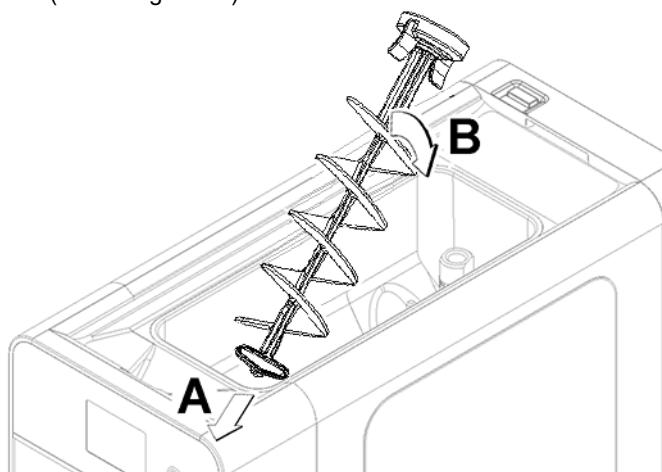

figura 27
- Rimontare l'assieme mescolatore avendo cura di inserire le estremità negli appositi incavi presenti nella vasca superiore.(vedere figura 27)
riore.(vedere figura 27)